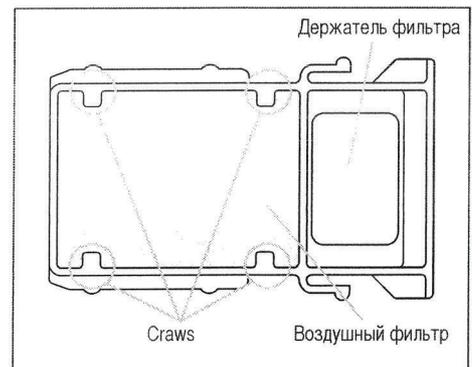

Рис. 22
2. Установите новый воздушный фильтр держатель. (См. рисунок 22)